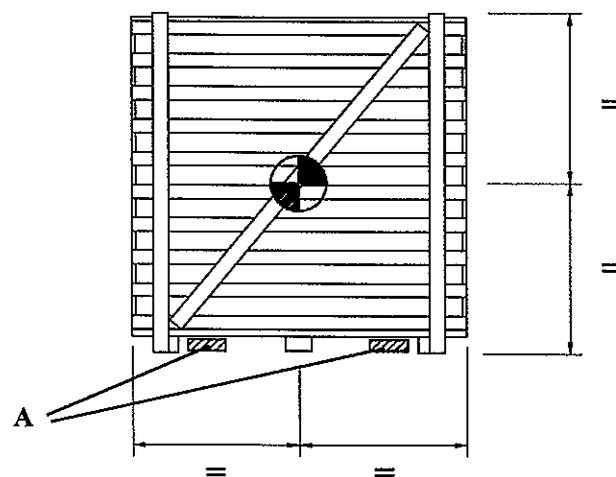

fig. 1
The centre of gravity for both the washer and the TILT SYSTEM components assembly crated, is equidistant of the sides; top and lower of the crate (*fig. 1*)
El centro de gravedad, tanto de la lavadora como del conjunto de elementos del TILT SYSTEM contenidos en su embalaje, es equidistante de los laterales y de la cara superior e inferior del mismo (*fig. 1*)
Le centre de gravité de la machine, et l'ensemble des éléments du TILT SYSTEM dans l'emballage, est équidistant des latéraux de l'emballage et des côtés supérieur et inférieur (*fig. 1*)
To move the machine when crated (*fig. 1*), use best a pallet truck, placing the forks (A) between the crating base and the floor, use the maximum width permitted by the crating.
El transporte de la máquina con embalaje (*fig. 1*) se realizará, preferentemente, mediante carretillas elevadoras, introduciendo las palas (A) en el espacio que existe entre la base del embalaje y el suelo, utilizando la máxima anchura que permita el embalaje.
Le déplacement de la machine avec emballage (*fig. 1*), sera effectué, préférentiellement, par des chariots élévateurs, on introduira les fourches (A) dans l'espace qu'il y a entre la base de l'emballage et le sol, en utilisant la largeur maximum permise par l'emballage.